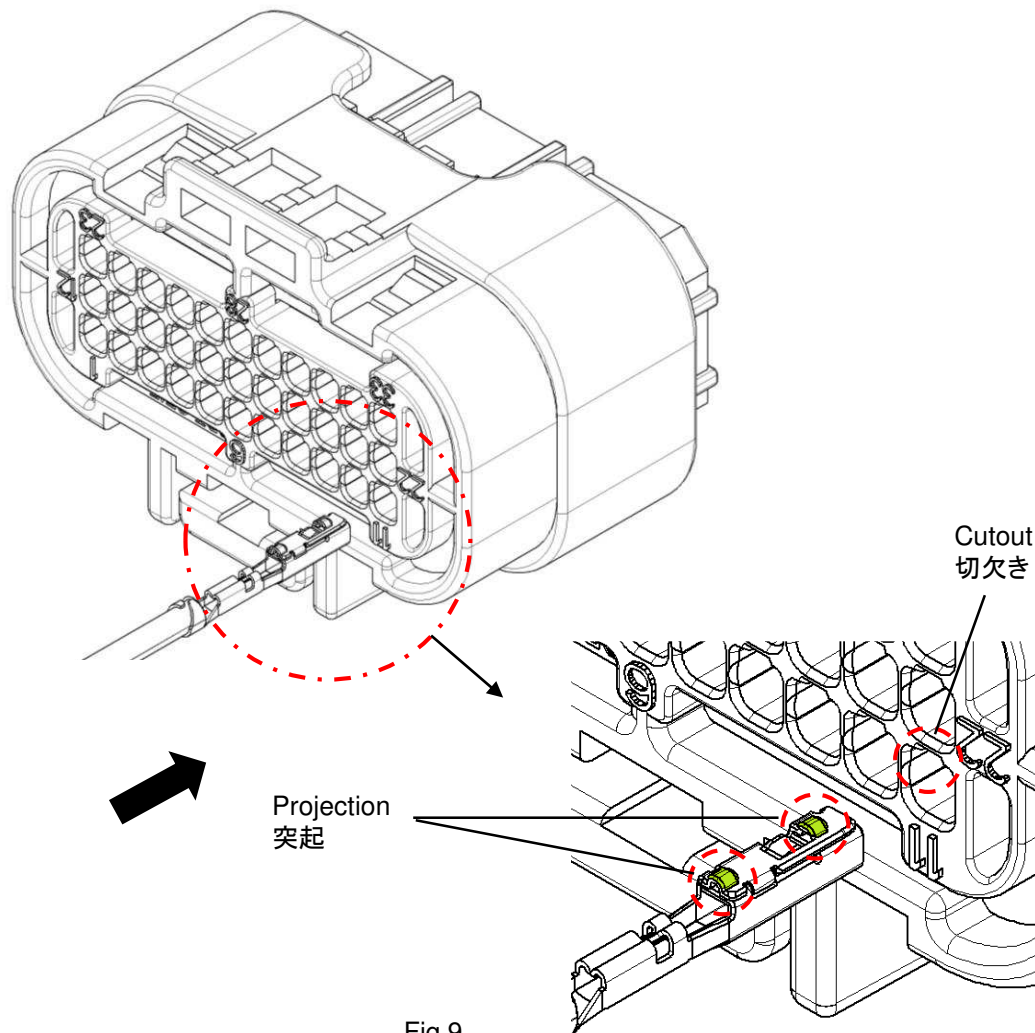

Fig.9
(2) Detect the orientation of the contacts. Insert the contacts into the housing with proper orientation. (see Fig.9)
端子には方向性が有ります。図9のように端子の向きをハウジングに合わせて挿入してください。(図9参照)